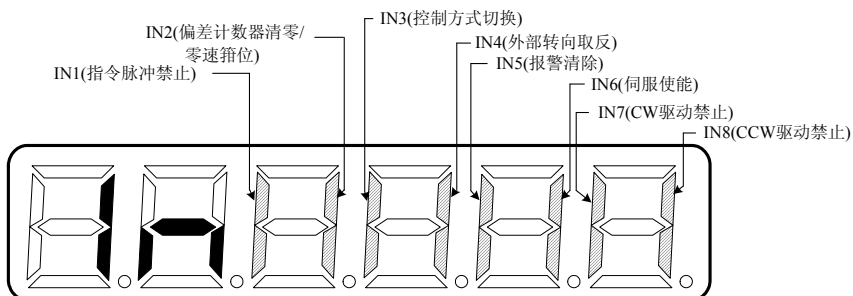
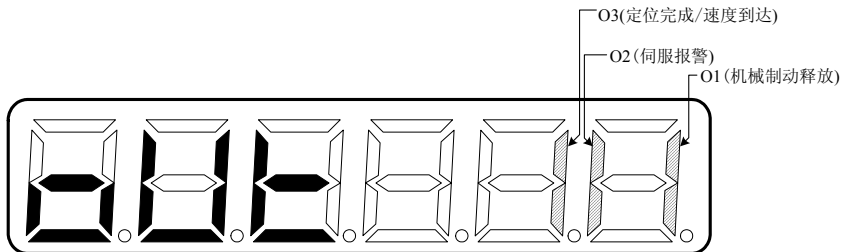
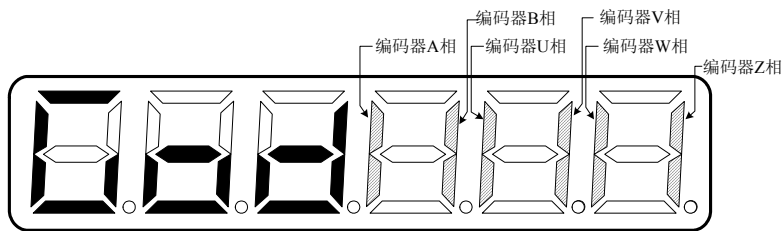

图 6.3 输入端子显示(笔划点亮表示 ON, 熄灭表示 OFF)
图 6.4 输出端子显示(笔划点亮表示 ON, 熄灭表示 OFF)
图 6.5 编码器信号显示(笔划点亮表示 ON，熄灭表示 OFF)
- 7) 输入端子显示如图 6.3 所示, 输出端子显示如图 6.4 所示, 编码器信号显示如图 6.5 所示。